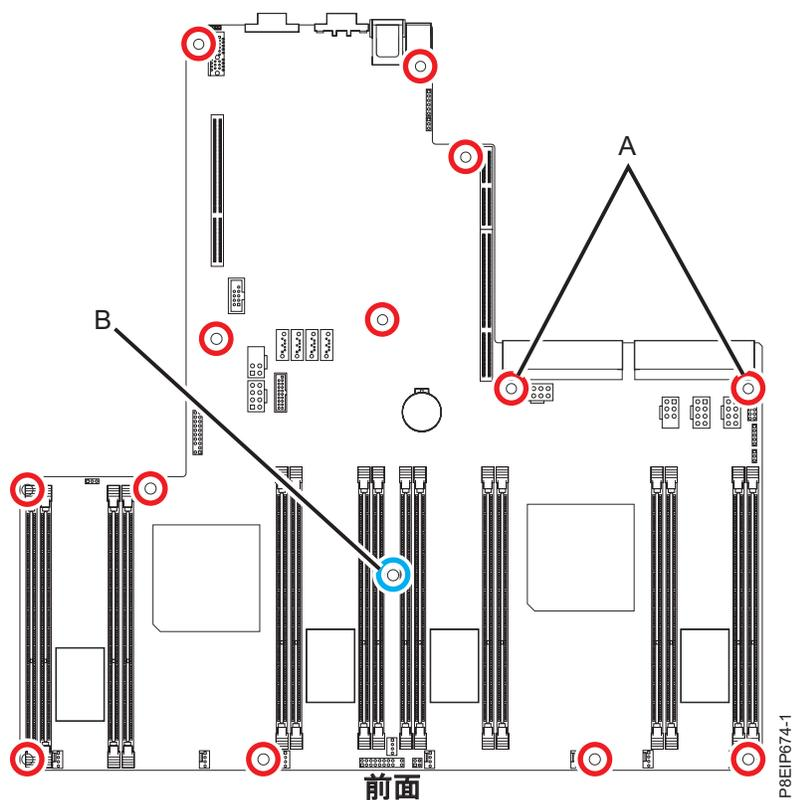

図 71. ねじの位置：(A)にある2本のねじは黒色で、少し長くなっています。(B)にある1本の長いねじは、PCIeアダプターを支えています。
13. システム・バックプレーンに 14 本のねじを位置合わせして、締めます。ねじの位置は 63 ページの図 71 に示しています。